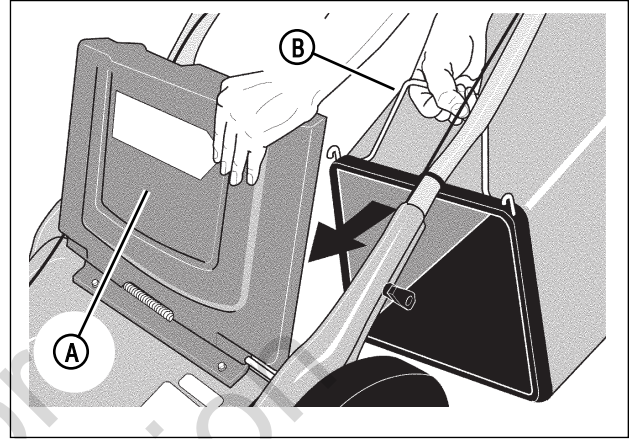

Figura 11: Instalación de la bolsa de césped
1. Levante la puerta de descarga trasera (A, Figura 11).